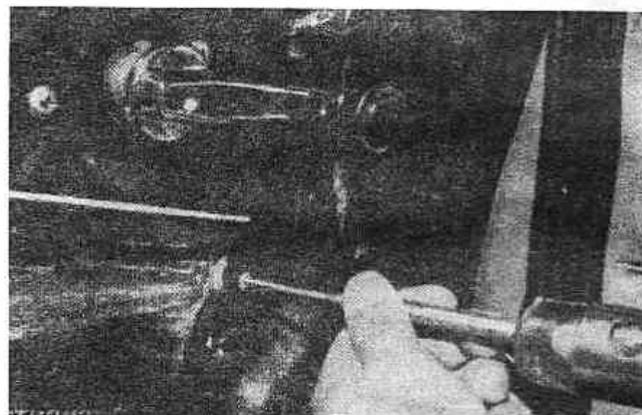

Рис. 12.6. Снимите Г-образный рычаг тяг замка, выбив штифт (Разд.10)
2. Снимите с внутренней панели двери Г-образный рычаг внутренних тяг замка, выбив крепящий ее штифт подходящей выколоткой (Рис. 12.6)